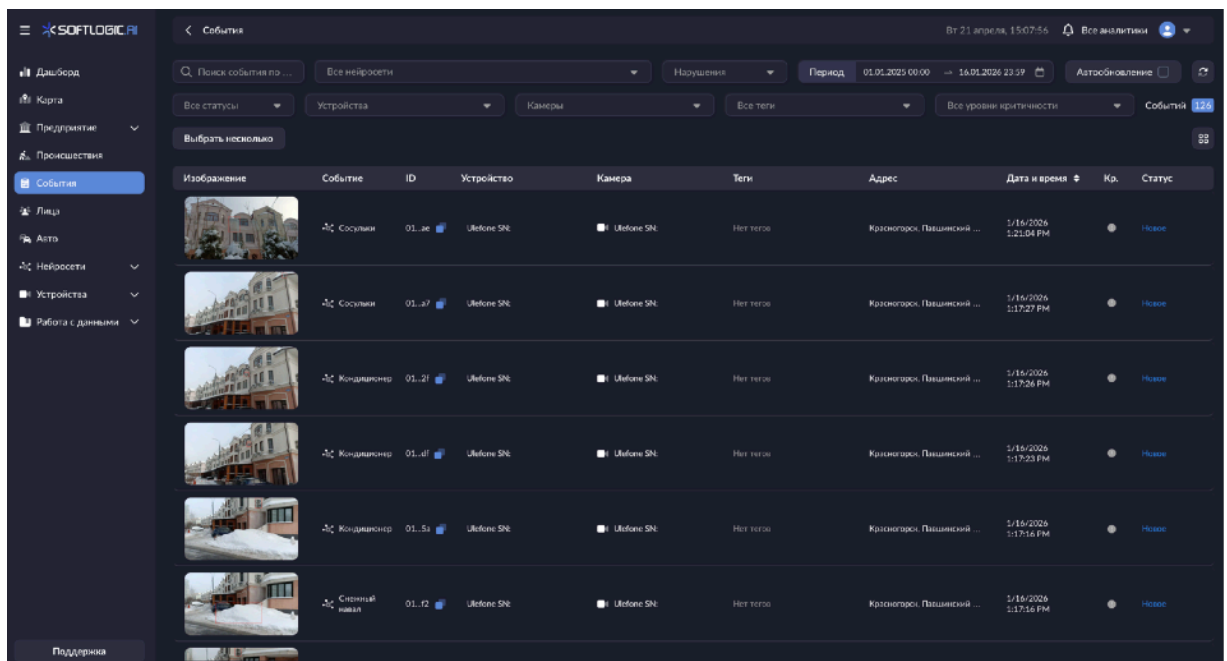

Рисунок 13 — Список событий с применением фильтра по идентификатору устройства
4. Перейти в раздел «События». В панели фильтрации (Рисунок 13) задать идентификатор поверяемого устройства, а также диапазон даты и времени, соответствующий периоду проведения поверки. Применить фильтр “Устройства”, выбрать устройство с идентификатором, соответствующим идентификатору комплекса. В списке отобразятся Метакадры, зафиксированные данным комплексом.